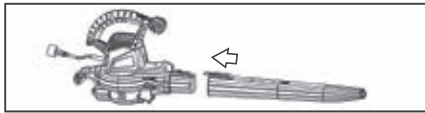

Fig. 5
3. Enfoncer le tube du souffleur jusqu'à ce que les encoches du boîtier de l'appareil se verrouillent dans les fentes du tube, comme le montre la fig. 5.